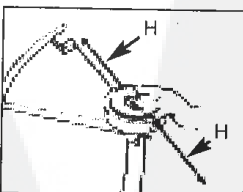

Fig. 9F
9. Ist die Spule im Gehäuse plaziert, drücken Sie diese fest ins Gehäuse, so dass die Feder gespannt ist. Ziehen Sie fest an beiden Enden des Fadens (H), so dass dieser nicht zwischen Spule und Gehäuse eingeklemmt ist (Fig. 9F).